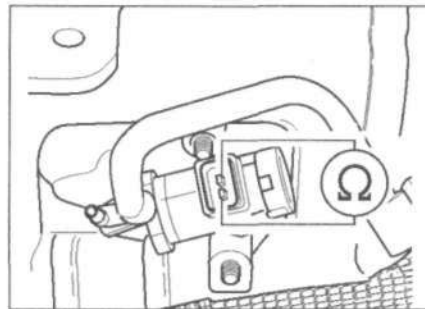

Рис. 7.69. Измерьте сопротивление между контактами клапана.
2. Измерьте сопротивление между контактами клапана (рис. 7.69). **Спецификационное сопротивление:** 25.0-45.0 Ом.